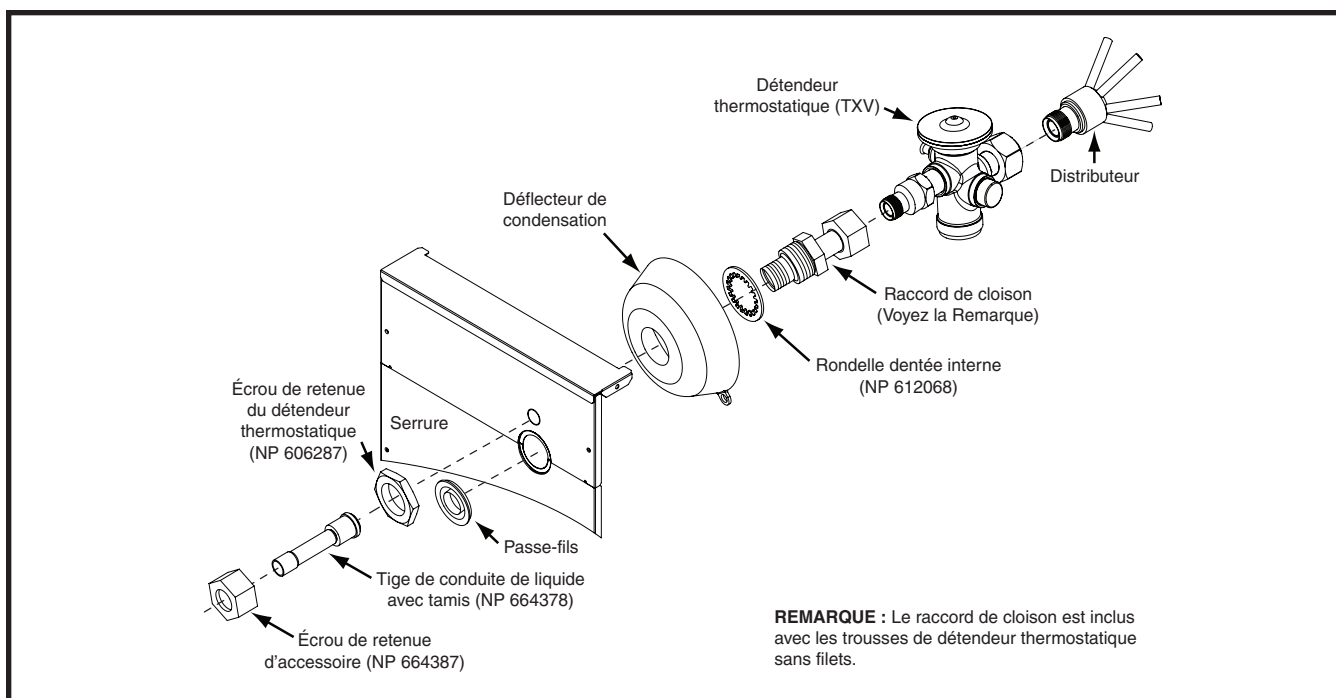

Figure 5. Ensemble du détendeur thermostatique tel qu'installé
- Installez l'écrou de retenue accessoire et la tige de la conduite de liquide sur la conduite de liquide (Figure 5, page 5).
- Installez le détendeur thermostatique (Figure 5).